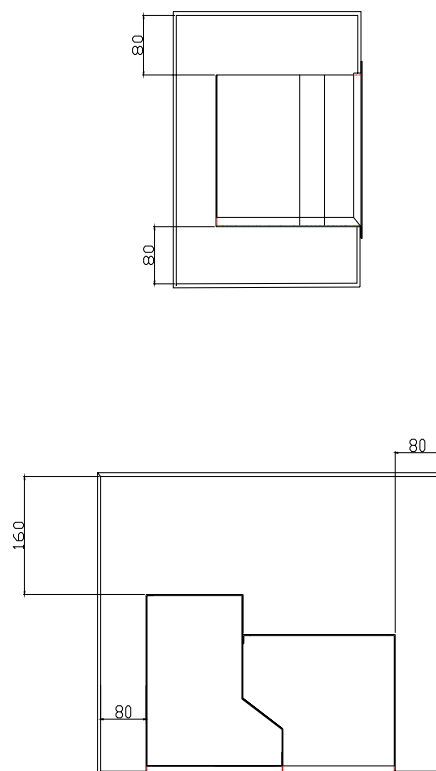

图 1.4
- 1) 为了保证系统散热良好，在安装时必须给系统四周留有足够的通风间隙，图 1.4 标出了留有通风间隙的最小尺寸。